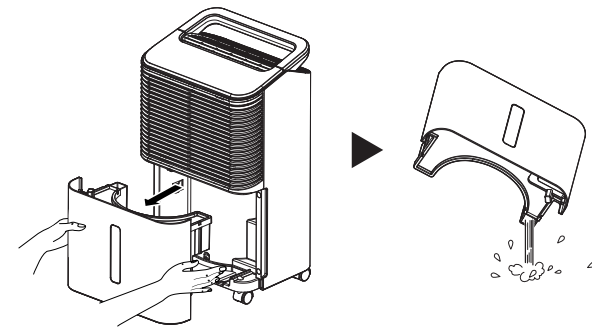

Abb.1
## Wassertankentleerung (wie in Abb. 1 gezeigt)
3. Wenn sich Wasser im Wassertank befindet, gießen Sie es sorgfältig an der markierten Stelle aus. (Wie in Abbildung 1 gezeigt)